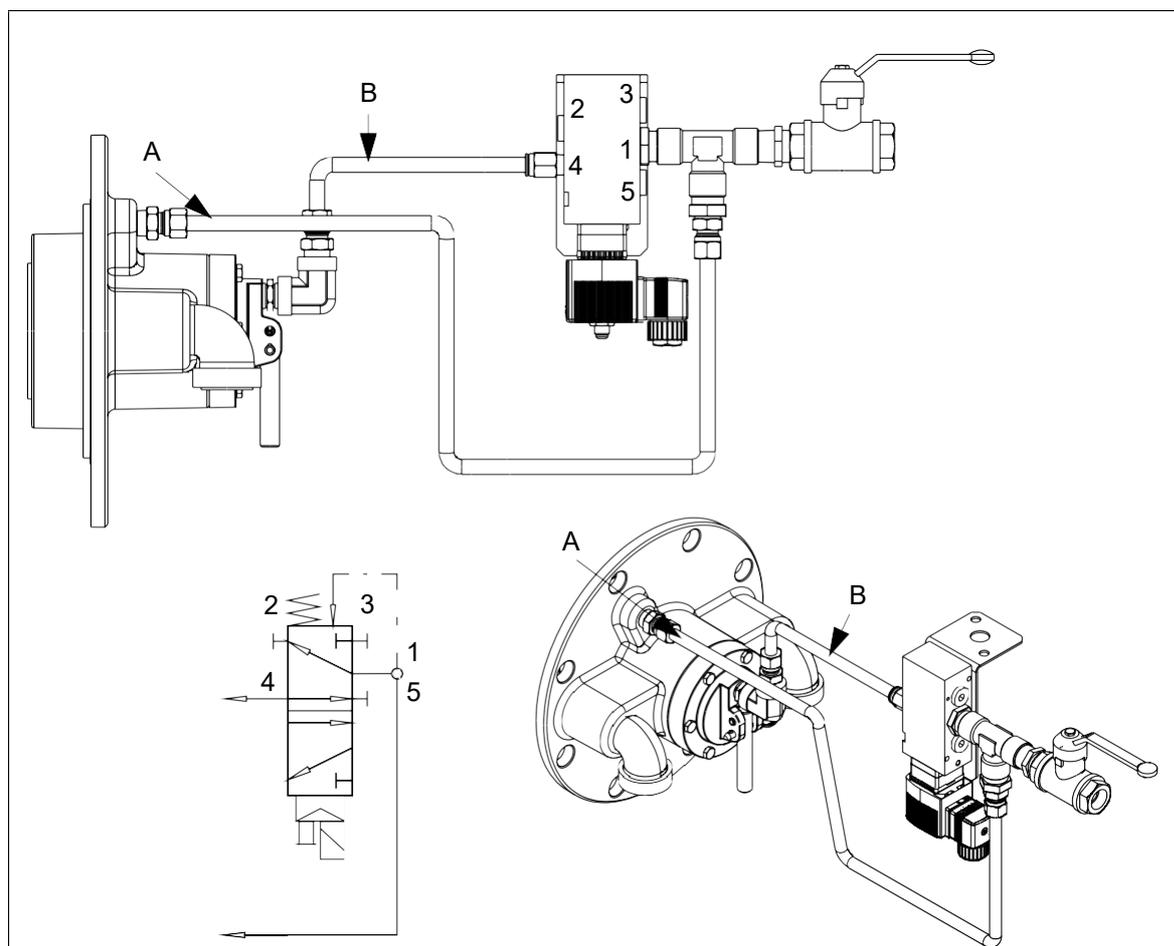

Fig. 4 : Raccordement pneumatique d'une électrovanne 5/2- Vue isométrique
1. Raccorder l'alimentation pneumatique sur le raccord 1 (Fig. 4 et 5) à l'arrière de l'électrovanne.
2. Connecter la conduite d'alimentation en air du raccord 1 (Fig. 4 et 5) au raccord A (Fig. 4, 5).
3. Raccorder la conduite de commande du raccord 4 (Fig. 4 et 5) de l'électrovanne au raccord B (Fig. 4 et 5).
5. Installer un silencieux (s'il est prévu) sur le raccord 5 (Fig. 4 et 5) à l'arrière de l'électrovanne.